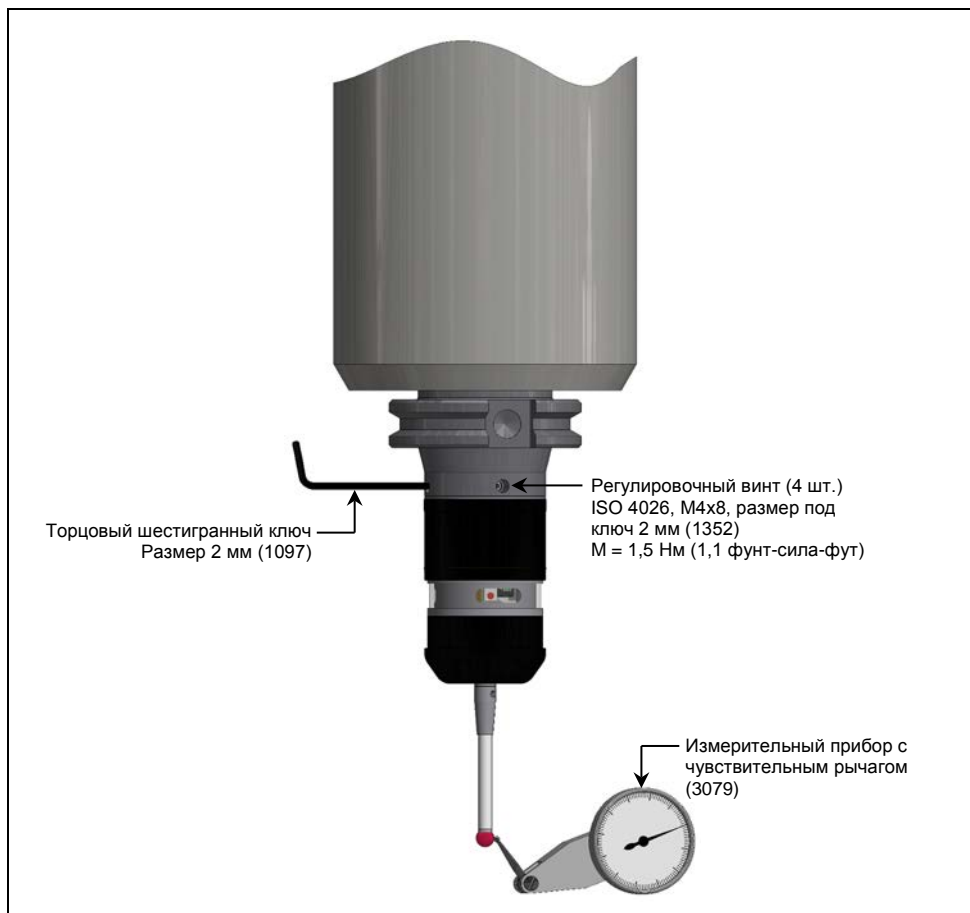

рис. 9 Выравнивание измерительного штифта относительно центра шпинделя
1. Установите рычаг измерительного прибора с чувствительным рычагом на шар измерительного штифта (рис. 9).
3. Выставьте измерительный щуп при помощи 4 регулировочных винтов (рис. 9) на  $< 5$  мкм. Для смещения центра измерительного штифта в определенном направлении всегда используйте два расположенных напротив друг друга регулировочных винта.